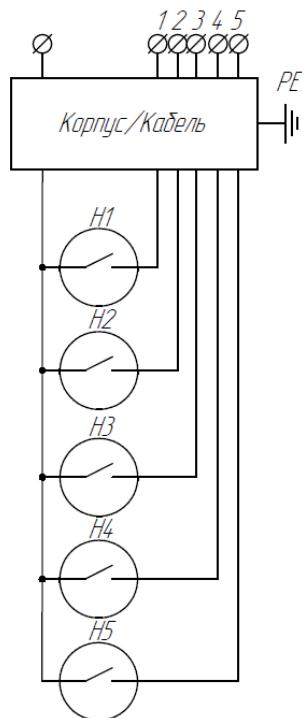

Рисунок 8.3 – Схема электрическая принципиальная
- Затяжку гаек фланцевого соединения следует выполнять равномерно в 3...4 подхода в последовательности «крест-накрест» (см. рис. 8.3). В качестве последней операции рекомендуем затяжку по кругу.